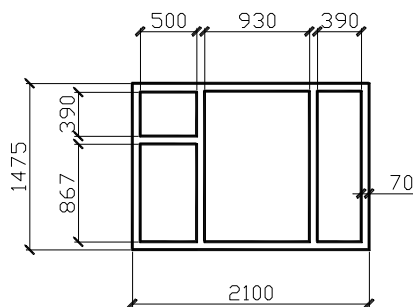

Рис.5.2 Окно
- Начертить окно по часовой стрелке в соответствии с размерами (рис. 5.2) (размеры не проставлять), используя команду **mline** (Расположение = Верх, Масштаб = 70.00, Стил = STANDARD). Рекомендуется сначала начертить внешний контур рамы, а затем, пользуясь режимом объектного отслеживания, перекладины.